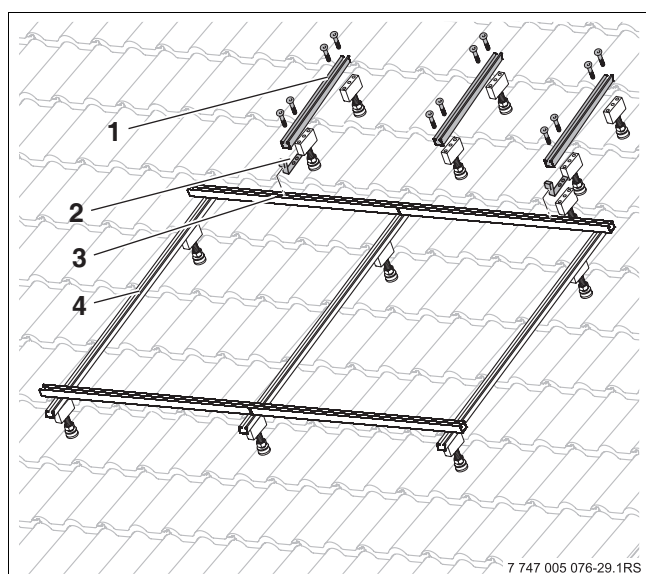

Fig. 49 Fijar perfiles del acumulador
- Encajar el perfil central del acumulador (Fig. 49, (1)) en el conector TSS en el perfil central del captador y atornillarlo con tornillos M8x20 y tuercas M8.
- Atornillar la escuadra de posición (Fig. 49, (2)) en los perfiles laterales del acumulador (1) con tornillo y tuerca.
- Enganchar los dos perfiles laterales del del acumulador (Fig. 49, (1)) en el perfil de cubierta plana/tejado inclinado (3).
- Fijar los perfiles del acumulador (Fig. 49, (1)) en el caballete de soporte con dos tornillos cada uno.